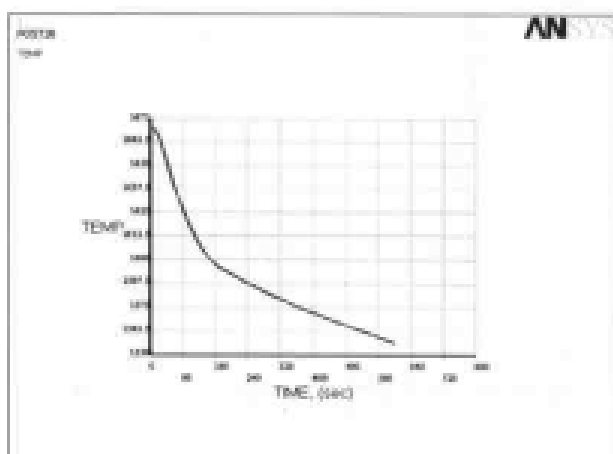

图 12-66 A 点温度随时间的变化关系曲线
(36) 选择 Main Menu | TimeHist Postpro | Graph Variables 命令, 出现 Graph Time-History Variables 对话框, 在文本框中输入 2, 单击 OK 按钮, ANSYS 显示窗口将显示 A 点温度随时间的变化关系曲线图, 如图 12-66 所示。
(37) 选择 Main Menu | TimeHist Postpro | Graph Variables 命令, 出现 Graph Time-History Variables 对话框, 在文本框中输入 3, 单击 OK 按钮, ANSYS 显示窗口将显示 B 点温度随时